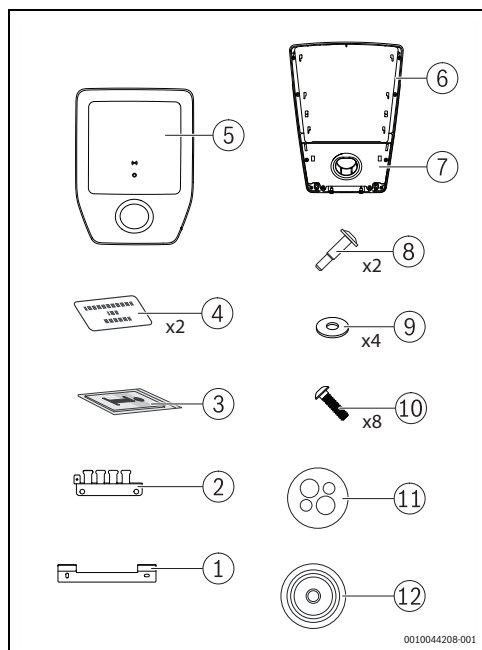

Fig. 145 Pachet de livrare
- ▶ Îndepărtați cu grijă acoperirea [5] și capacul cu suportul de parcare [7] de pe Logavolt (→ Fig. 145, pagina 151).